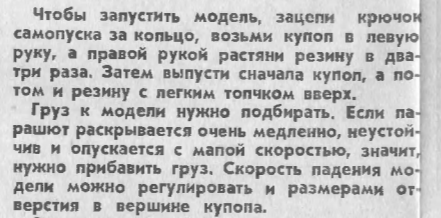

Рис. 10
**Плакаты № 4. Плоский воздушный змей (рис. 10).**